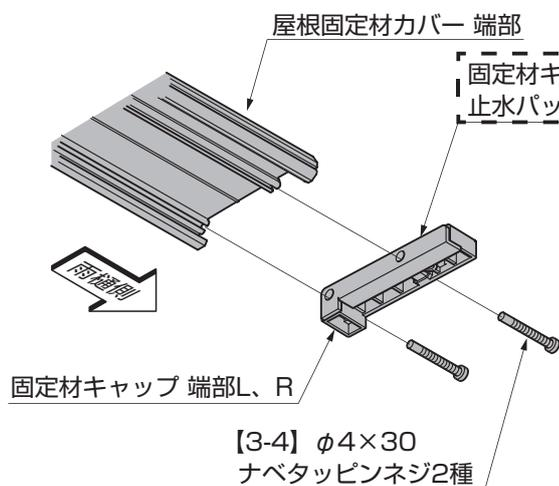

図10-10 端部
- ① 固定材キャップ 端部L、Rを屋根固定材カバー 端部の雨樋側に【3-4】で取付けてください。(図10-10参照)